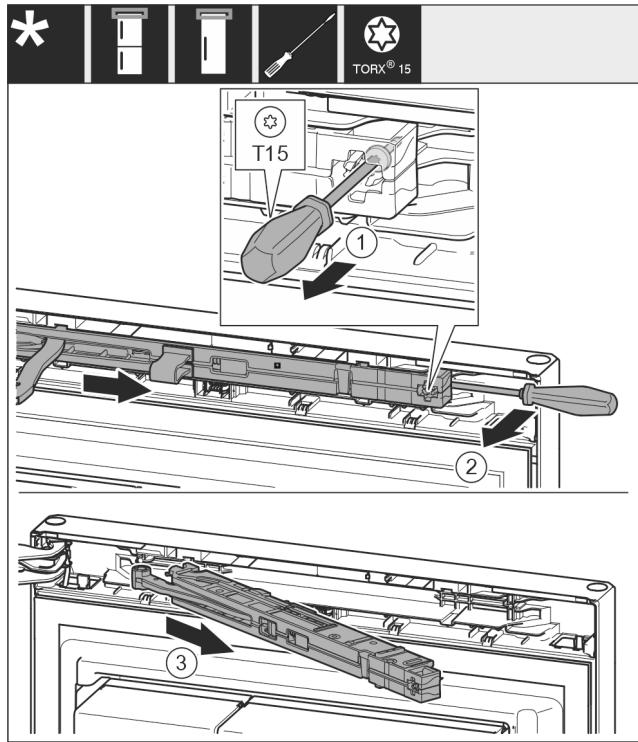

Fig. 8
- Lossa skruven på stängningsdämparen med en skruvmejsel T15 ca. 14 mm. Fig. 8 (1)
- Sätt in en skruvmejsel bakom stängningsdämparenheten och vrid enheten framåt. Fig. 8 (2)
- Dra ut stängningsdämparenheten. Fig. 8 (3)